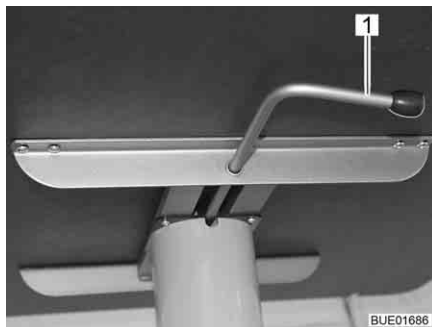

Bild 73 Lyftbord
- Sväng låsarmen (Bild 73,1) åt vänster. Spärren till lyftmekanismen är öppen.
- Sväng låsarmen (Bild 73,1) åt höger (Bild 73). Lyftmekanismen är låst.
- Sväng låsarmen (Bild 73,1) åt vänster. Spärren till lyftmekanismen är öppen. Bordsskivan åker till det övre stoppläget.
- Sväng låsarmen åt höger (Bild 73). Lyftmekanismen är låst.